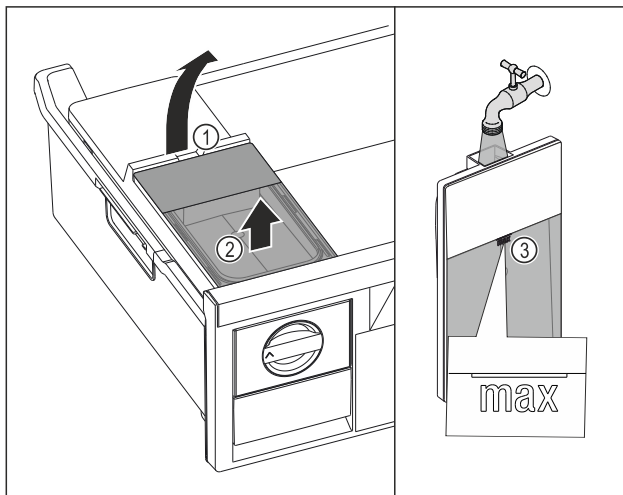

Fig. 121
- ▶ Ridicați rezervorul de apă de la degajare Fig. 121 (1).
- ▶ Scoateți rezervorul de apă în sus. Fig. 121 (2)
- ▶ Umpleți rezervorul de apă până la marcaj Fig. 121 (3) cu apă potabilă.